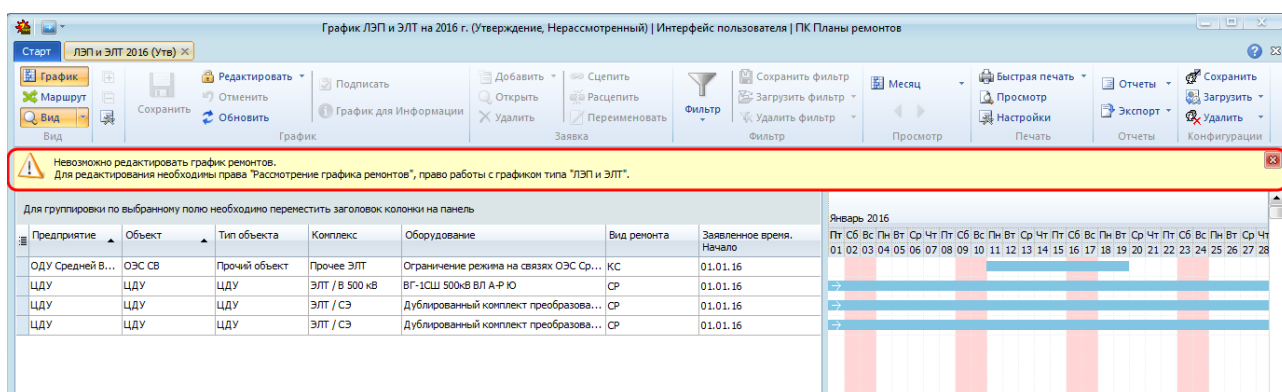

Рисунок 10.63 – Отображение информации об отсутствии прав для рассмотрения графика
- если пользователь не обладает некоторыми правами для рассмотрения графика, то при нажатии на кнопку « Редактировать» выводится предупреждающее сообщение с указанием недостающих прав (Рисунок 10.63);